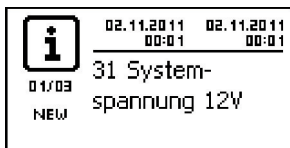
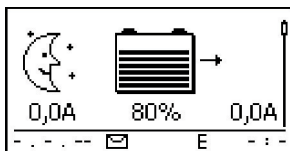

Abb. 12 Ereignismeldung mit der erkannten Systemspannung (im Bsp.: 12 V)
Abb. 13 Grundstellung der Statusanzeige
2. ➞ Externe Batteriesicherung einschalten: Sicherungseinsatz in den Sicherungshalter einsetzen (Schmelzsicherung) oder den DC-Leitungsschutzschalter einschalten. Der Regler geht automatisch in Betrieb und zeigt nach wenigen Sekunden die erkannte Systemspannung (= Batteriespannung) in einer Ereignismeldung an (Abb. 12).
3. ➞ Die in Abb. 12 angezeigte Systemspannung notieren.
4. ➞ Taste „ESC“ drücken, um die Ereignismeldung zu bestätigen. Die Grundstellung der Statusanzeige erscheint (Abb. 13).
6. ➞ Werden Abb. 12 und Abb. 13 nicht angezeigt, Installation prüfen und bei Bedarf den Fehler anhand Abschnitt 15 beheben.